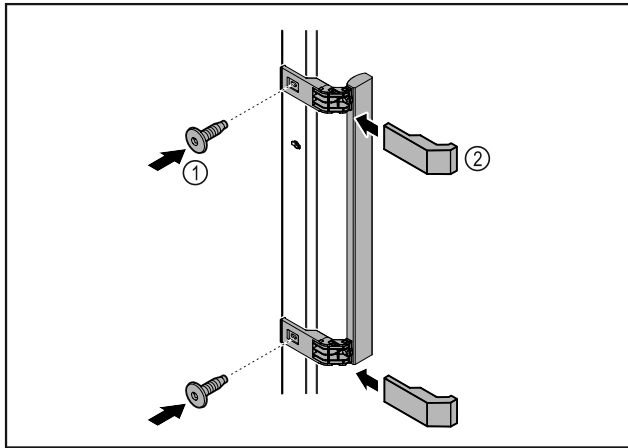

Fig. 51
- ▶ Τοποθετήστε τη λαβή από τη συσκευασία με τις βίδες Fig. 51 (1) στην πόρτα.
- ▶ Τοποθετήστε το κάλυμμα Fig. 51 (2).